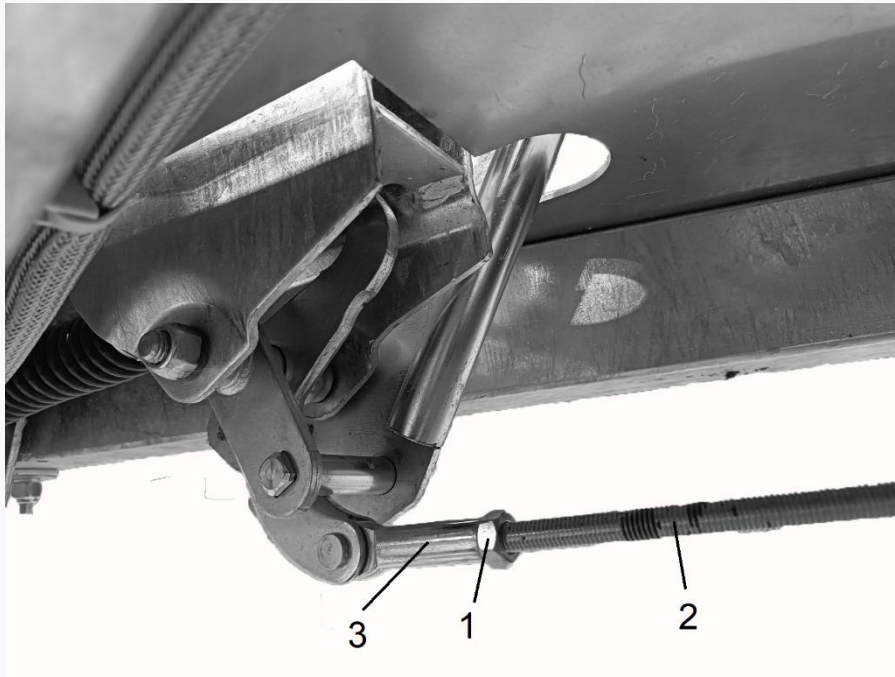

Рис. 5.5 (1 – гайка, 2 – штанга, 3 – гальмівний тримач)
- віджати гайку(1) (рис. 5.5);
- викрутити штангу (2) з гальмівного тримача (3) (рис. 5.5);